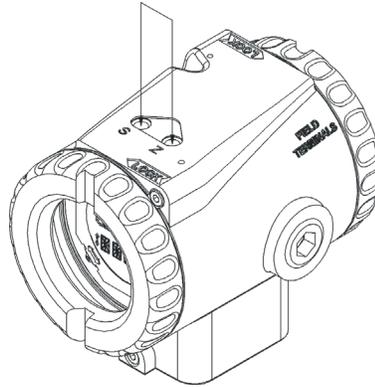

Figura 5.2 – Ajuste Local de Zero e Span
O transmissor tem, sob a placa de identificação, dois orifícios que permitem a colocação da chave magnética para que seja feito o Ajuste Local. Veja a Figura 5.2.
- Insira a chave magnética em **(Z)** (veja Figura 5.2);